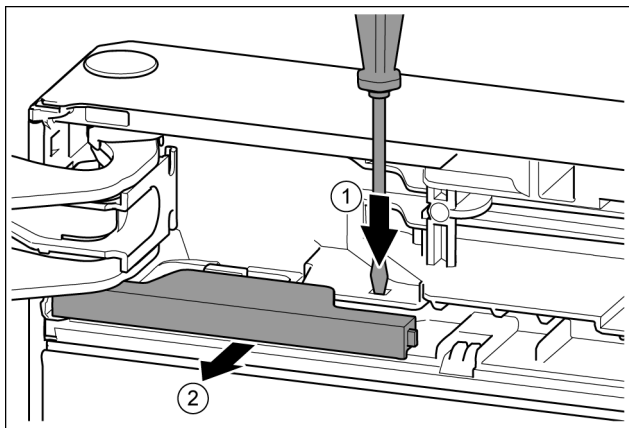

Fig. 12
- ▶ Нажать накладку шлицевой отверткой. Fig. 12 (1)
- ▶ Вынуть крышку из зацепления. Fig. 12 (2)